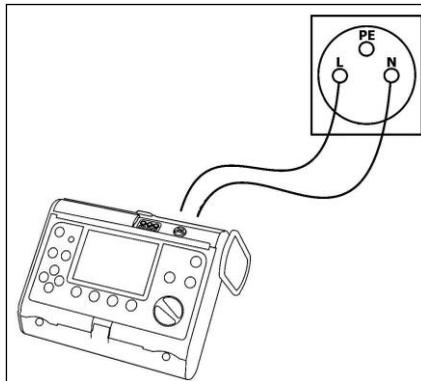

Abb. 5. Anschließen des Messgeräts
- schließen Sie das Messgerät per Kabel an die Netzbuchse auf der Tafel an (siehe Abb. 5),